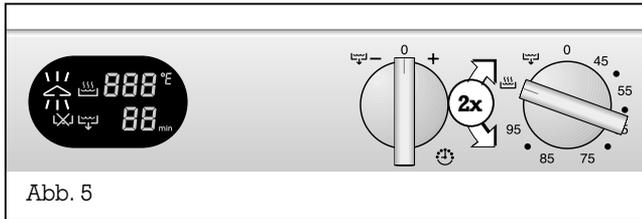

Abb. 5
- Drehen Sie den gleichen Bedienelement **2x** zwischen der Position ☁ (Dampfgarstufe) und der Position 95 °C hin und her. Drehen Sie anschließend den Bedienelement auf die Position ☁ (Dampfgarstufe) (Abb. 5).